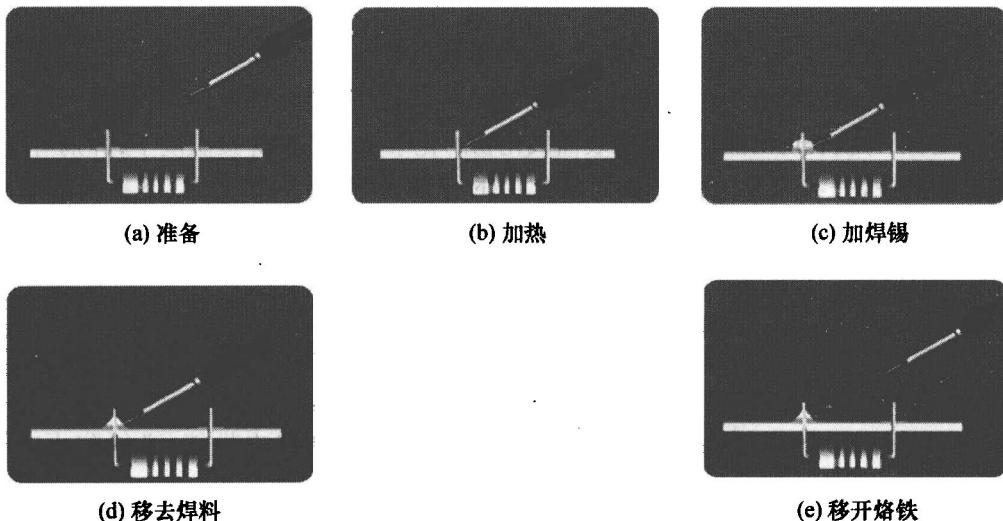

图 1-8 五步施焊法
通常采用如图 1-8 所示的五步施焊法,简要说明如下:
(1)准备。准备好被焊工件,刮去引脚及焊盘的氧化层,并镀上焊锡,烙铁加温到工作温度并吃好锡,一只手握好烙铁,一手抓好焊锡丝,烙铁与焊锡丝分居于被焊工件两侧,烙铁与焊盘夹角约45°为宜。如图1-8(a)所示。
(2)加热。烙铁头均匀接触被焊工件,包括工件引脚和焊盘。不要施加压力或随意拖动烙铁,加热时间为1~2秒。如图1-8(b)所示。
如图1-8(c)所示。
(4) 移去焊料。当熔入适量焊料后,迅速移去焊锡丝。如图1-8(d)所示。
(5) 移开烙铁。焊接保温时间2~3秒左右,移去焊料后,在助焊剂还未完全发挥完之前,以45°角方向迅速地移去烙铁,避免将留下不良焊点。如图1-8(e)所示。